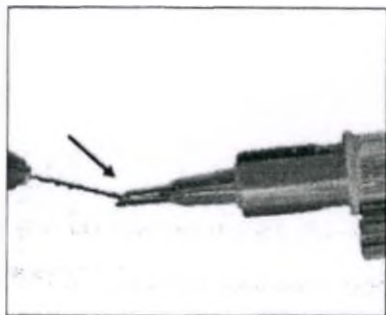

рис. 1
4. Осмотреть устройство и убедиться, что оно не повреждено. Линзу следует тщательно промыть сбалансированным солевым раствором путем ополаскивания через кончик картриджа (рис. 1) и с конца загрузочной камеры (рис. 2). Подождите в течение 30 секунд.